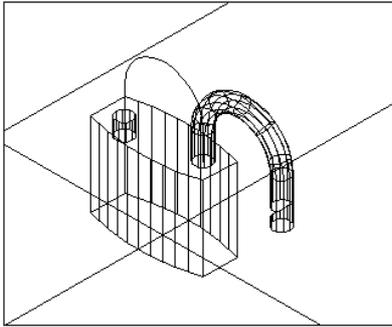
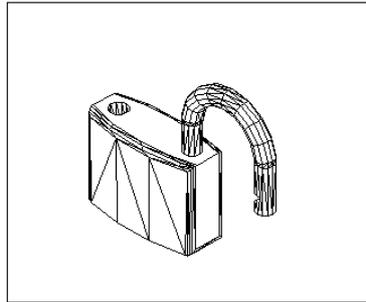

图 14-33
图 14-34
(21) 旋转处理。执行 `modify`→`3D Operation`→`3D Rotate` 命令。将上述锁柄绕着右边的圆的中心垂线旋转  $180^\circ$ ，结果如图 14-33 所示。
(22) 差集处理。单击  按钮，在锁体上打孔。
(23) 单击  按钮或者在命令行直接输入 `fillet`，对锁体四周的边进行圆角处理，圆角半径为 10。
(24) 单击  按钮或者在命令行直接输入 `hide`，结果如图 14-34 所示。